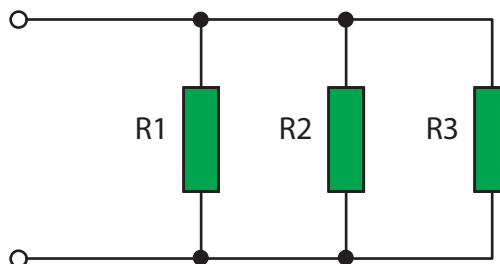

Figura 60 - Associação de resistores em paralelo
- a) No exemplo do circuito da figura 60, precisaremos decompor os números **10**, **25** e **20** em seus fatores primos. Na primeira linha, verificamos quais números são divisíveis pelo **menor número primo**. Nesse caso, apenas **10** e **20** são divisíveis por **2** (o menor número primo). O resultado aparece na segunda linha: